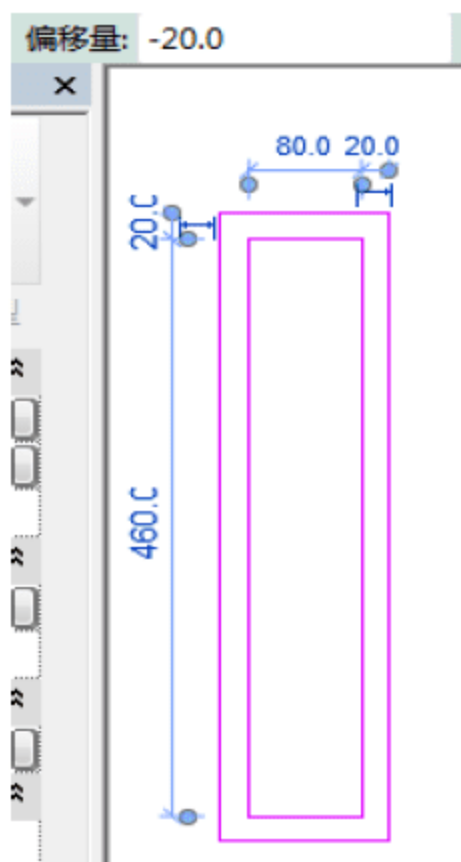
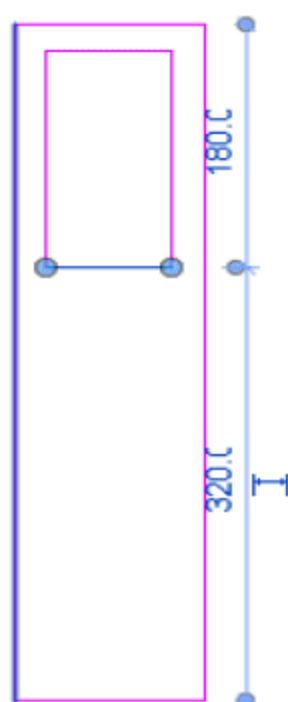

图 8.4.10 绘制两个矩形框
图 8.4.11 修改内框
(9) 创建电梯层站召唤器面板。选择“创建”→“拉伸”→“直线”命令，绘制出如图 8.4.10 所示的长为“500”、宽为“120”的矩形。接着切换绘制方式至“矩形”，修改偏移量数值为“-20”，在该矩形内绘制出新的矩形，然后选中新的矩形底部线条拖动至如图 8.4.11 所示的长为“180”的位置。